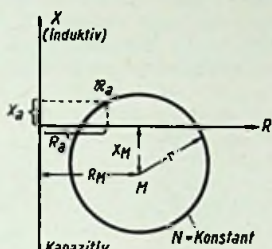

Bild 2. Kreis konstanter Wirkleistung
Anscheinend spielen hier Einflüsse eine Rolle, die noch nicht recht erkannt sind. So wäre z. B. möglich, daß der gestrichelte Kurvenast C-D in Bild 2 starken Streuungen bei den einzelnen Exemplaren unterliegt, denn dieses Kurvenstück interessiert normalerweise nicht und wird deshalb in der Fertigung nicht auf Gleichmäßigkeit geprüft. So mag es sein, daß bei unserem Exemplar die Steilheit nicht zur Schwingungs-Erzeugung ausreichte.
A. Weißloch [2] hat zur einfachen Auswertung der unbequemen Formel 1.1 ein Kreisdiagramm angegeben: In einem rechtwinkligen Koordinatensystem tragen wir auf der Abszissenachse den Wirkwiderstand und auf der Ordinatenachse den Blindwiderstand auf (Bild 2). Der Belastungswiderstand \mathfrak{R}_a ist durch seine Koordinaten R_a und X_a festgelegt. Induktive Blindwiderstände werden nach oben, kapazitive nach unten aufgetragen. Durch den Punkt \mathfrak{R}_a der Widerstandsebene läuft ein Kreis mit dem Radius: